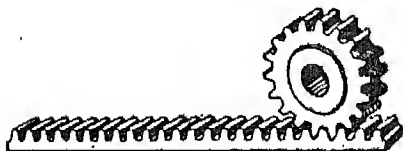

Fig. 13. — Pignon et crémaillère. Ce mécanisme permet de transformer un mouvement de rotation, en un mouvement de translation rectiligne et inversement.
8. Le mécanisme pignon et crémaillère (fig. 13) transforme le mouvement de rotation du pignon en mouvement rectiligne de la crémaillère.